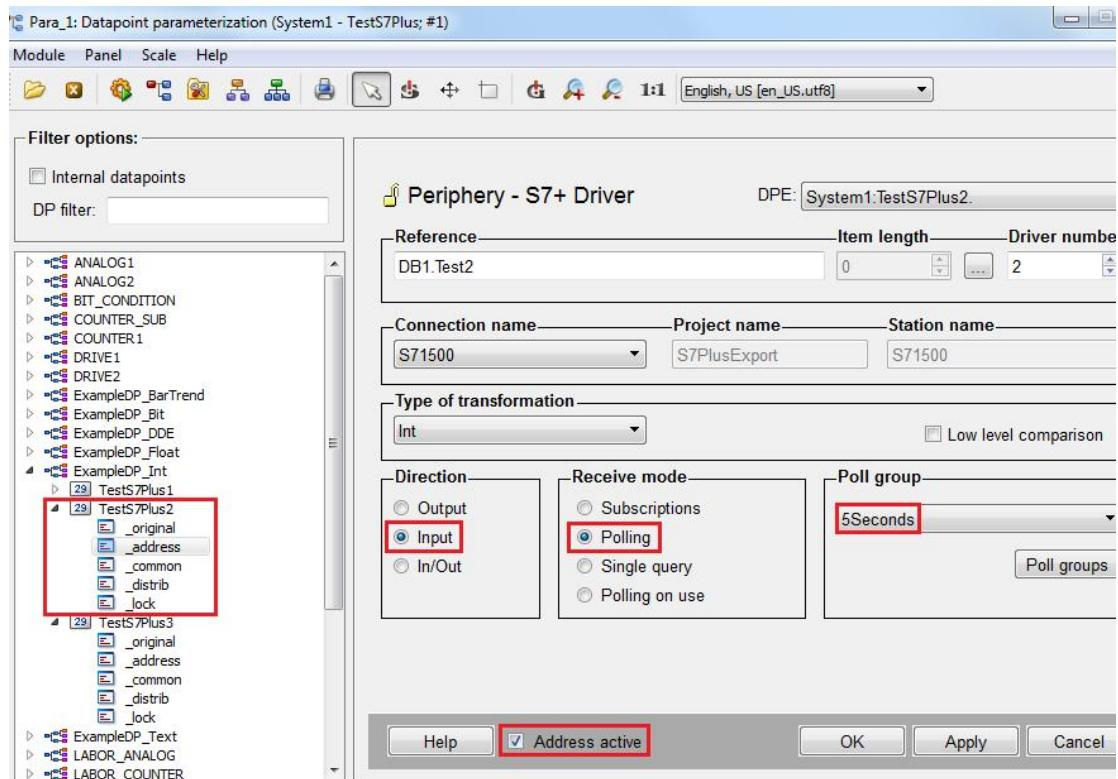

图 3-6 从 PLC 轮询数据时地址参数组态示例
2、从 PLC 轮询数据（读数据）：如图 3-6 所示，新建测试变量 TestS7Plus2，关联“S71500”中的“DB1.Test2”，在“Direction”中选择“Input”，在“Receive mode”中选择“Polling”，并在“Poll group”中新建或选择已有的轮询组，勾选“Address active”复选框，并点击“OK”按钮。双击该变量的“_original”节点，可以测试读数据功能。